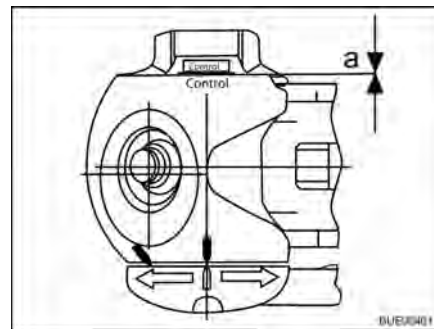

Fig. 197 Control de desgaste
- Distancia $a = 0$ (Fig. 197): Controlar los forros de fricción y cambiarlos si es necesario.